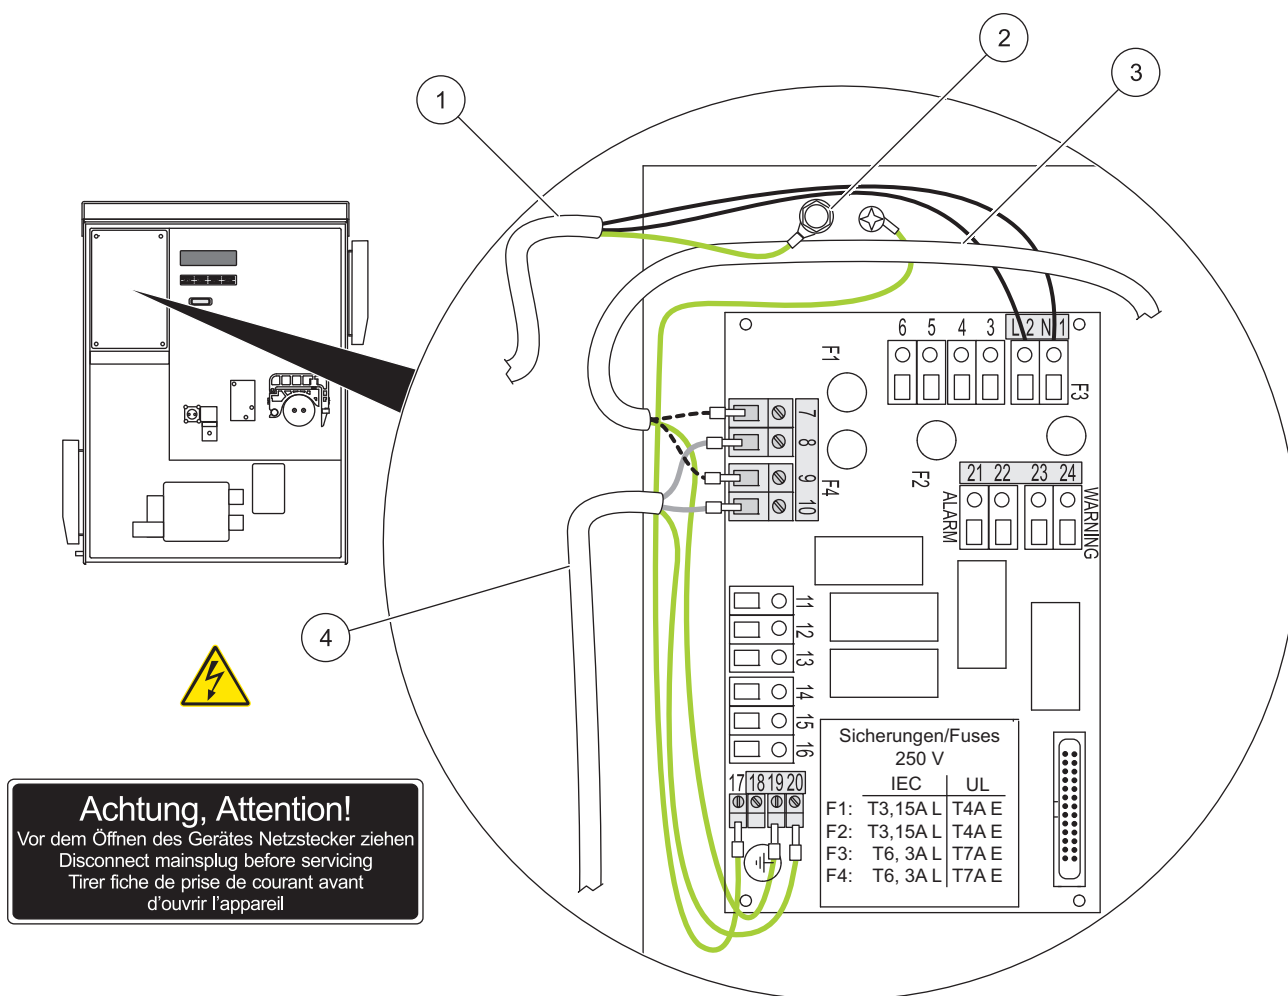

Abbildung 16 Klemmenbelegung
3. Schrauben Sie die 4 Kreuzschrauben der Abdeckung (siehe Abbildung 16 Klemmenbelegung) heraus und entnehmen Sie die Abdeckung.